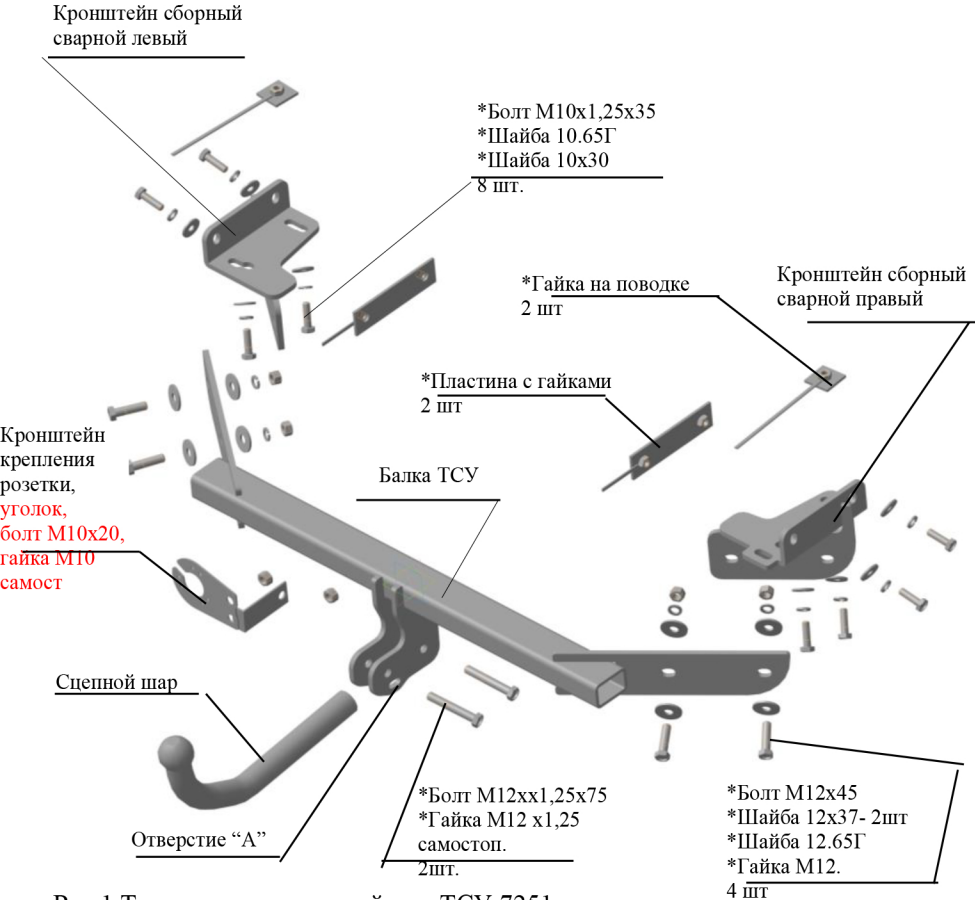

Рис.1 Тягово-сцепное устройство ТСУ 7251.
2.1 ТСУ 7251 в сборе (рис.1)	1 шт.
2.2. Пакет комплектующих (рис.1)
4.3 Закрепить сборный сварной левый кронштейн ТСУ к нижней и внешней полке лонжерона четырьмя болтами М10х1,25х35, используя гайки штатные сварные и подложив под головки болтов шайбы 10.65Г и шайбы 10х30 (соответственно рис.1). Крепеж не затягивать.
полках лонжеронов под болты М10х35 и для крепления кронштейнов к переднему отверстию в нижних полках лонжеронов - использовать гайки на поводке, к боковым полкам лонжеронов - пластины с гайками, к заднему отверстию в нижних полках – гайки М10 и болты М10х35 (на рис.1 не показано), подложив под головки болтов шайбы 10.65Г и шайбы 10х30 . Крепеж не затягивать.
4.4 Закрепить сборный сварной правый кронштейн ТСУ аналогично левому, соответственно рис.1. Крепеж не затягивать
4.5 Закрепить балку ТСУ к внешним сторонам сборных сварных кронштейнов за нижние отверстия болтами М12х45 и гайками М12 (соответственно рис.1), подложив под головки болтов шайбы 12х37, а под гайки - шайбы 12.65Г и шайбы 12х37. Крепеж не затягивать.